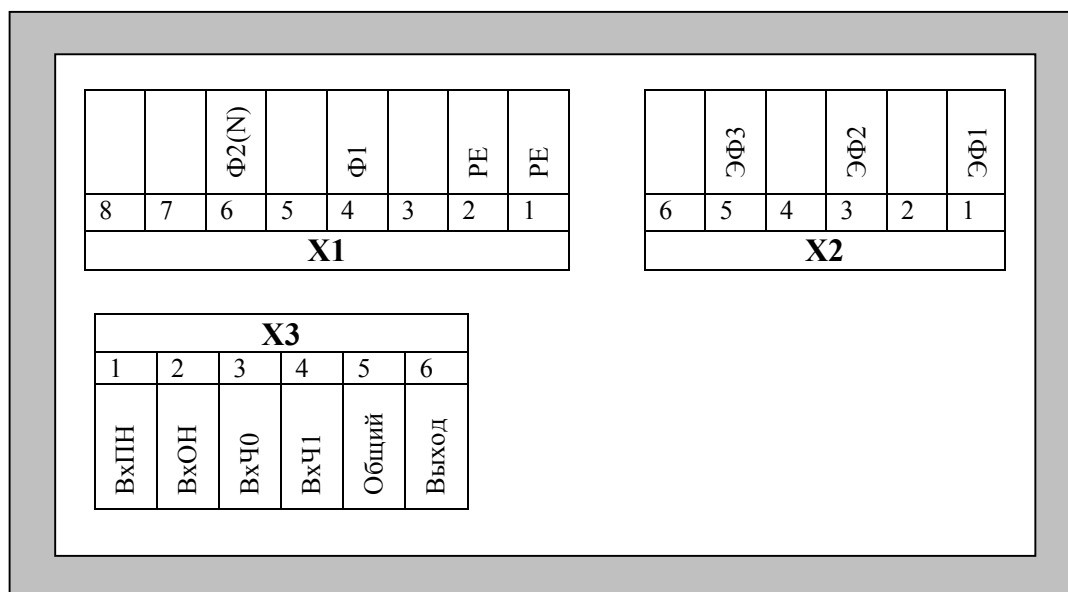

Рис. 1. Схема подключения внешних контактов БУАД-2-10-1.
**Номера 0-3** – задают частоту вращения в требуемом направлении  $F_e$  (Гц, 0 – 200.0) в соответствии с двоичным кодом, заданным логическими сигналами  $VxЧ1$ ,  $VxЧ0$  ( $VxЧ0$  – младший бит, см. **рис.1**).